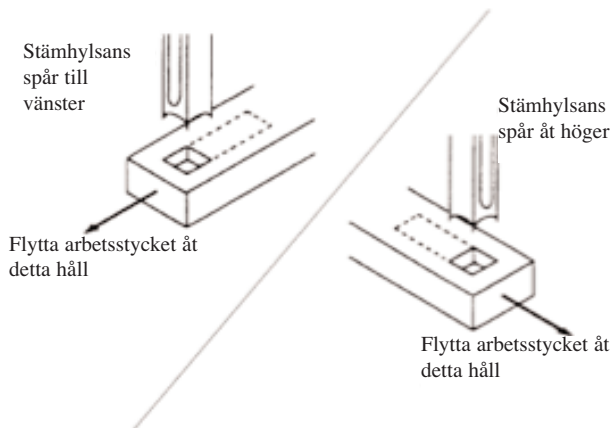

Figur 5
3. Justera bordsstoppen, figur 5, till stämningens längd, dra sedan åt tumskruvarna.